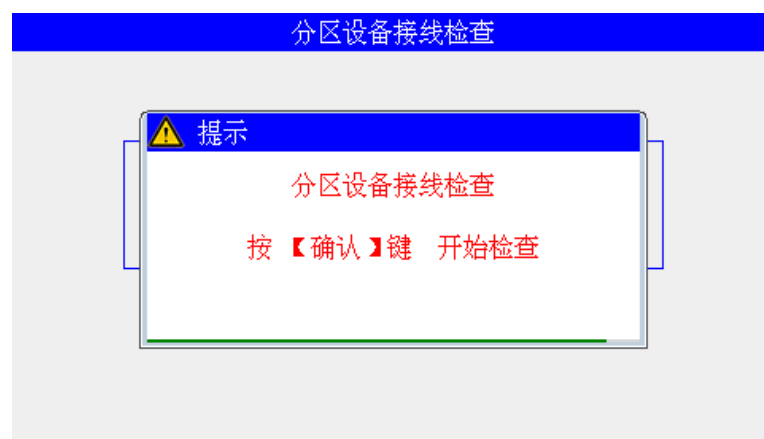

图7-2
**注：**QKPH 开机自检完毕，界面提示“分区设备接线检查”信息，如图7-2，要求用户选择此项功能，用户按下确认键或等待超时时，产品启动此项功能。